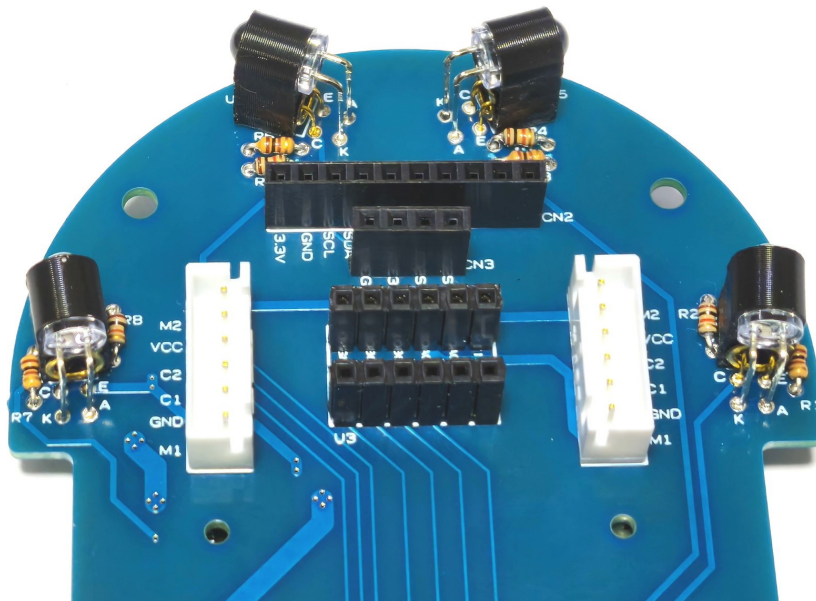

図3-4
2. リファレンス番号【U4, U5, U6, U7】に「3-1」で作成したフォトリフレクタを図3-4のように差し込み、はんだ付け。